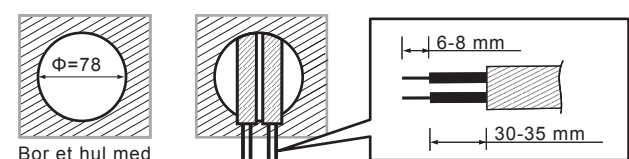

FIG. 9
- 3.4.2.1 Bor et hul med en diameter på 78 mm i loftspladen for at montere detektoren, og hold strømkablet udenfor. Fjern 6-8 mm kabelbeklædning for at udføre kabelføringen (Se FIG. 9).